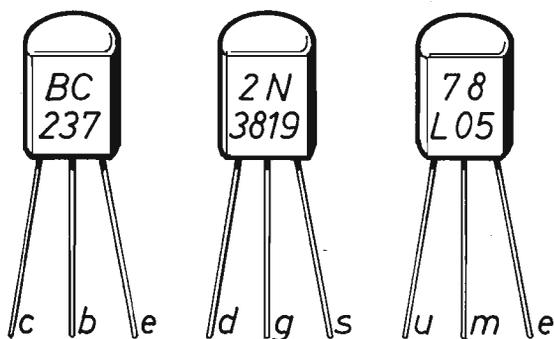

Fig. 5 - Piedinatura dei due transistor di tipo BC237, del transistor FET e dell'integrato stabilizzatore di tensione montati nel progetto dell'esposimetro.
**Fig. 5 - L'integrato LM 380, montato nel circuito dell'interfono, viene prodotto industrialmente in due versioni, ad otto e a quattordici piedini, che internamente sono concepite allo stesso modo. Quella riprodotta a sinistra e adottata nel progetto del dispositivo, semplifica il lavoro costruttivo; quella di destra eroga una maggiore potenza, ma anche una grande quantità di calore, che deve essere necessariamente e tecnicamente smaltito tramite accorgimenti affidabili soltanto ai più esperti.**
Fig. 5 - Piano costruttivo, realizzato su una tavoletta di legno, del multivibratore astabile. Gli emittori dei due transistor TR1 - TR2 sono collegati assieme su uno stesso terminale della morsettiere. La loro posizione rimane individuata dalla presenza di una linguetta metallica, ricavata sul corpo esterno dei componenti.